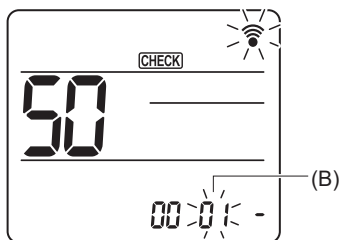

Fig. 6-21
Pulse el botón **[↓]** para seleccionar el número de modo (B). (Fig. 6-21)